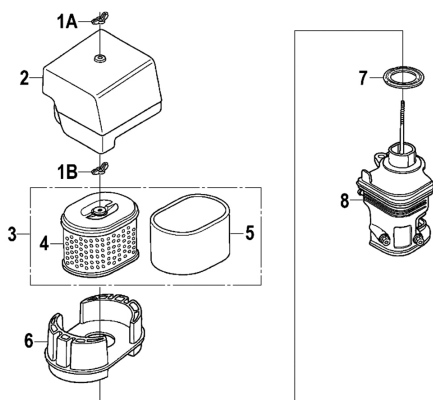

Рис. 20 Обслуживание воздушного фильтра
1. Открутите барашковую гайку 1А и снимите крышку 2 воздушного фильтра (Рис. 20).
2. Открутите барашковую гайку 1В и извлеките из корпуса воздушный фильтр 3 в сборе (Рис. 20).
3. Проверьте целостность и чистоту фильтрующих элементов. Поролоновый (предварительный) фильтрующий элемент 5 установлен на корпусе бумажного фильтрующего элемента 4 (Рис. 20).
4. При незначительном загрязнении промойте поролоновый фильтрующий элемент 5 (Рис. 20) теплым мыльным раствором и просушите. Поврежденный или сильно загрязненный поролоновый фильтрующий элемент замените.
тра, не допуская попадания пыли и грязи в воздуховод, ведущий к карбюратору (Рис. 20).
7. Перед установкой воздушного фильтра 3 убедитесь, что уплотнительное кольцо 7 воздушного фильтра находится на месте и не имеет повреждений (Рис. 20).